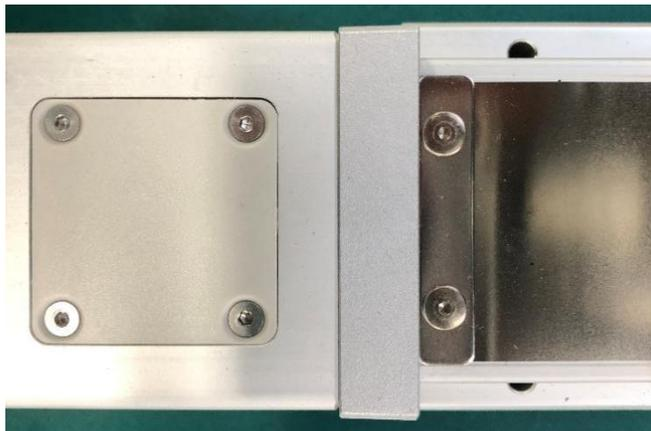

图 4-5 联轴器外盖位置
- 2) 拆卸如图 4-5 所示的联轴器外盖的 4 颗固定螺丝，取下外盖。